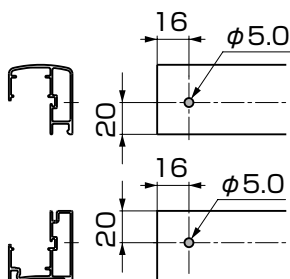
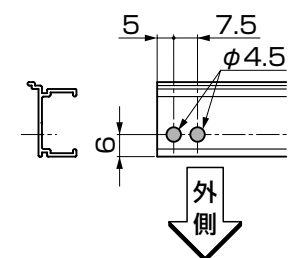

図1-7 上棧、下棧
図1-8 上枠、下枠
②上棧と下棧にφ5.0の孔、上枠と下枠にφ4.5の孔をあけてください。(図1-7、図1-8参照)